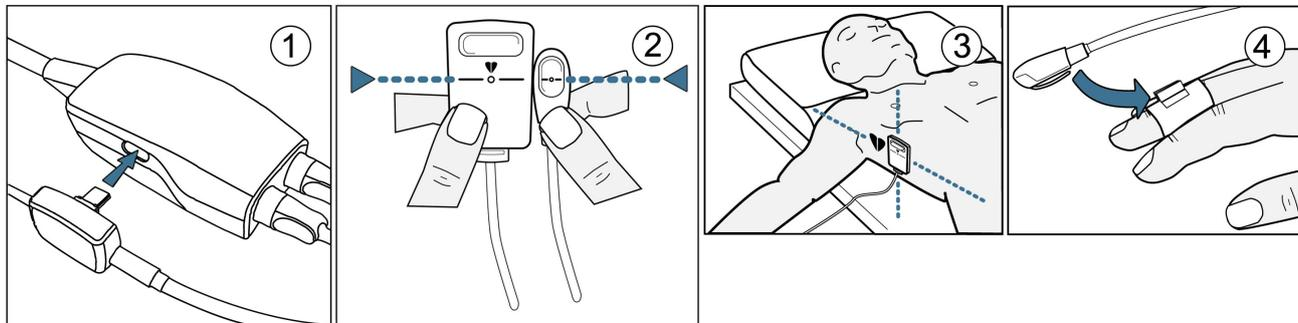

Figura 11-4 Colocación del sensor de referencia del corazón
- 1 Conecte el HRS al controlador de presión. Consulte ① en la figura 11-4.
- 2 Alinee verticalmente ambos extremos del HRS y toque el botón de puesta a cero. Consulte ② en la figura 11-4.
- 4 Aplique el sensor del corazón del HRS al paciente en el eje flebotático utilizando un clip del HRS. Consulte ③ en la figura 11-4.
- 5 Conecte el otro extremo del HRS al manguito para dedo. Consulte ④ en la figura 11-4.